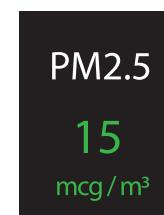

Рисунок 6
- На дисплее прибора отображается текущая концентрация взвешенных микроскопических частиц PM2.5 в воздухе помещения (рис. 6). Числовое значение и единица измерения в mcg/m³ имеют при этом определенный цвет, показывающий текущий уровень качества воздуха. Все уровни качества воздуха по показателю «Концентрация PM2.5» указаны в таблице 2.